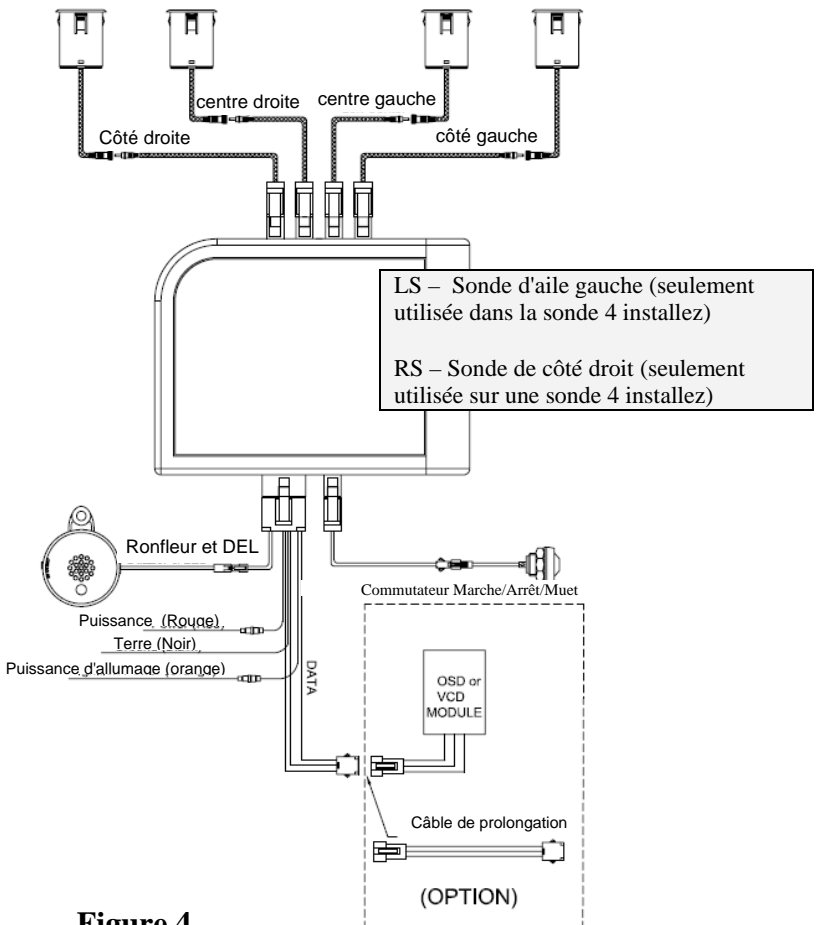

Figure 4
1. Branchez les fils de sondes, du haut parleur et du harnais de puissance au module de commande avant de le monter. La sonde doit être branchée à la prise correspondante (voir figure 4). Le module de commande est pré-équipé avec du Velcro pour le montage.